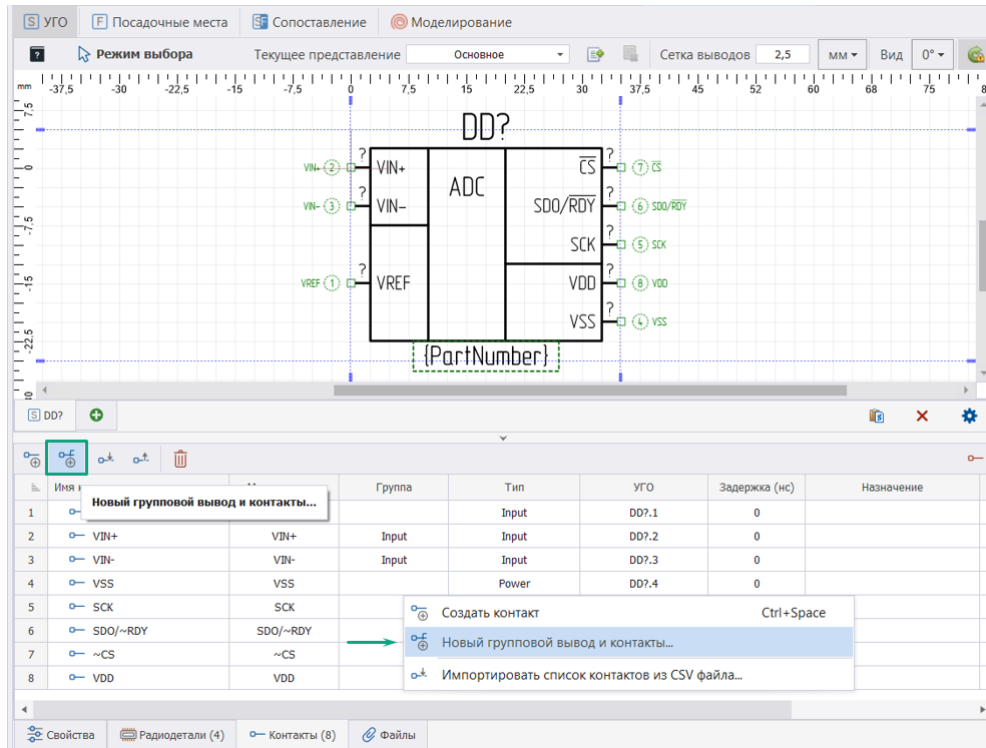

Рис. 223 Создание группового вывода и контактов
1. Нажать иконку  «Новый групповой вывод и контакты...» или воспользоваться контекстным меню, активированным из свободного места таблицы контактов, см. Рис. 223.